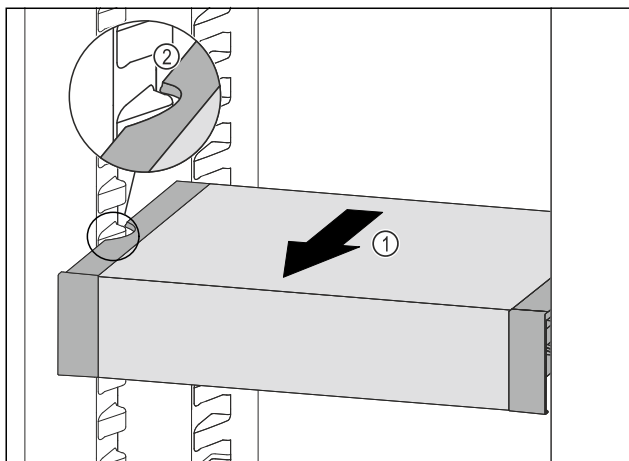

Fig. 188
- ▶ Вытягивайте VarioSafe вперед Fig. 188 (1), пока боковые выемки VarioSafe не окажутся на высоте выступа резервуара в холодильном отделении. Fig. 188 (2)